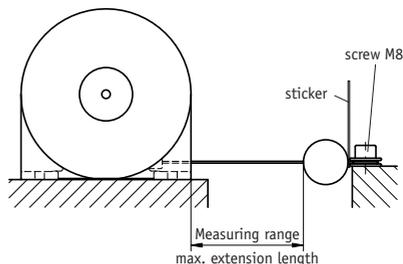

Fig. 2: Measuring range
- Seilende mit z.B. einer Schraube M8 befestigen (Abb. 2).
Der am Seilende hängende Aufkleber ist am Seilbefestigungsort sichtbar anzubringen (Abb. 2).
- Fix the wire end, eg. by using a screw M8 (fig. 2).
The sticker on the wire end should be attached visibly at the mounting place (fig. 2).